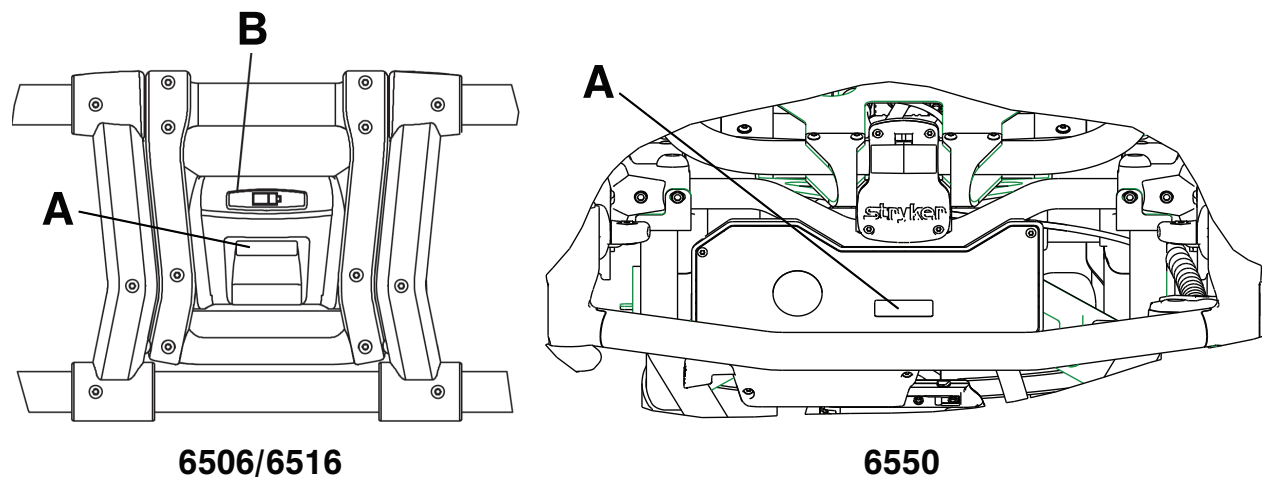

Figure 12 – Vérification du compteur d’heures (A), de l’affichage des erreurs (A), et de l’état de la batterie (B)
Utiliser le compteur d'heures (A) (Figure 12) pour déterminer la fréquence de la maintenance préventive. Utiliser l'affichage des erreurs (A) pour le dépannage. L'affichage des erreurs remplace celui du compteur d'heures lorsqu'une erreur se produit.